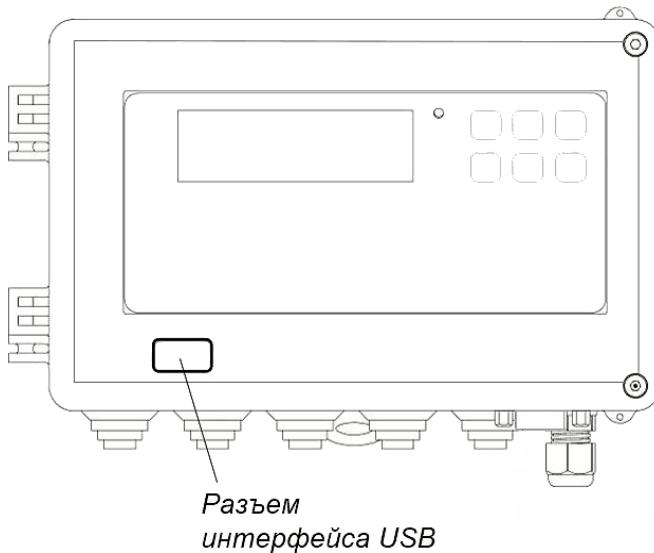

Рис.21. Размещение разъема интерфейса USB.
- б) установить USB-флеш-накопитель в соответствующий разъем на лицевой панели тепловычислителя (рис.21)